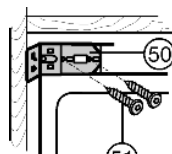
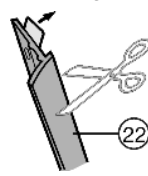

Fig. 16
Fig. 17
- ▶ Avvitare Fig. 16 (51) leggermente la squadra di fissaggio Fig. 16 (50) all'apparecchio tramite le asole.
- ▶ Staccare la pellicola protettiva dal coprifuca Fig. 17 (22). Applicare e incollare il coprifuca sulla parete dell'apparecchio, lato maniglia, a filo con il bordo inferiore della squadra di fissaggio Fig. 16 (50).
- ▶ Accorciare in basso, se necessario, il coprifuca Fig. 17 (22).*